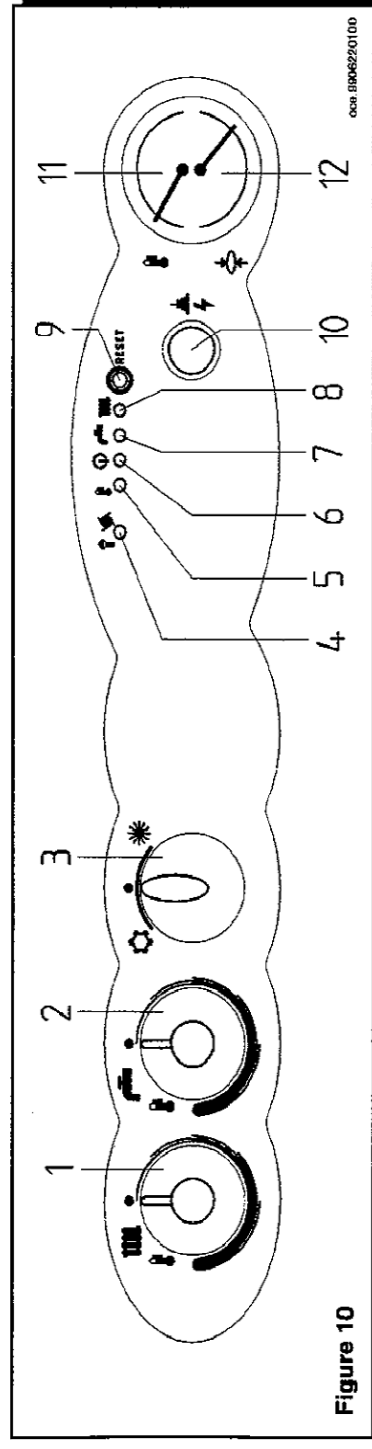

Figure 10
Ce potentiomètre permet de régler de 1 à 7 minutes le temps d'attente en mode chauffage, à chaque intervention du dispositif de réglage (1 figure 10, page 13).
- * ouvrir le robinet gaz et tourner le commutateur (3) de la figure 10 afin de mettre la chaudière en position ETE (☀️);